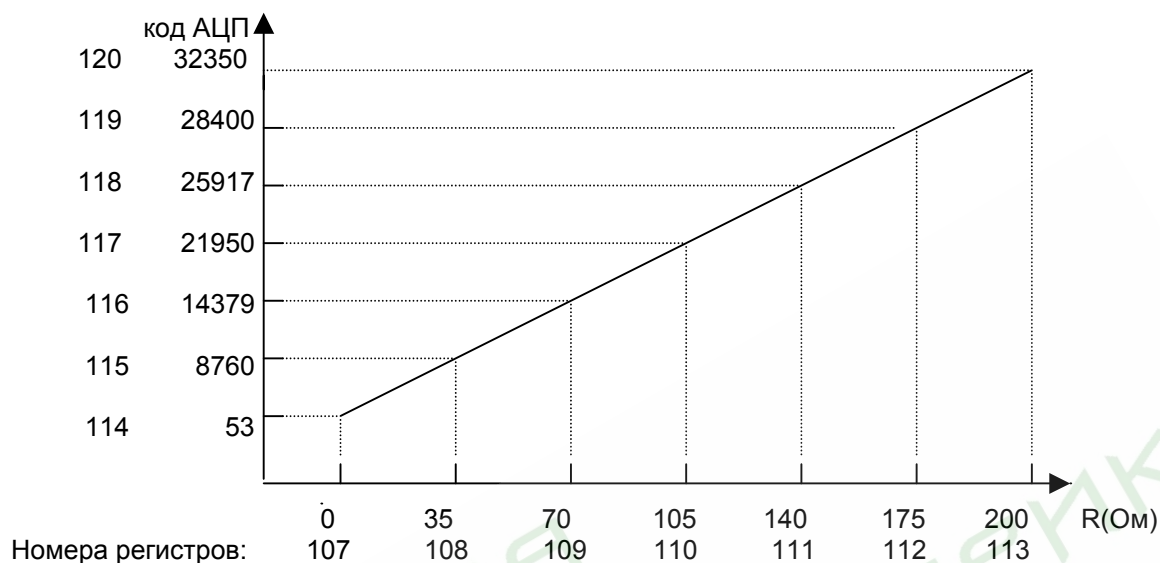

Рис.12. Калибровочная характеристика «сопротивление – код АЦП».
6) Занести в регистры 114-120 измеренные коды АЦП. В регистр 114 заносится код, измеренный при сопротивлении регистра 107, в 115 – код при сопротивлении регистра 108 и т.д. (рис.12).